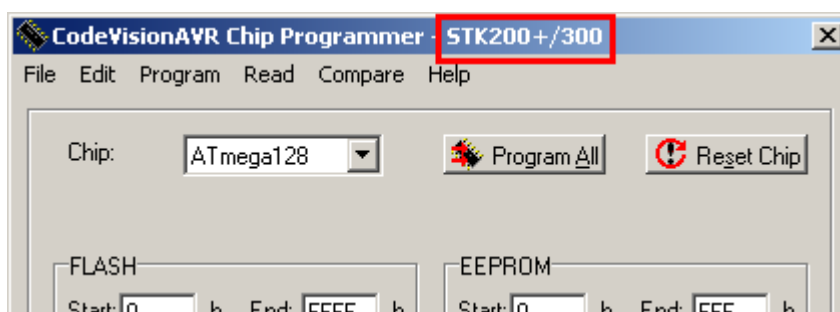
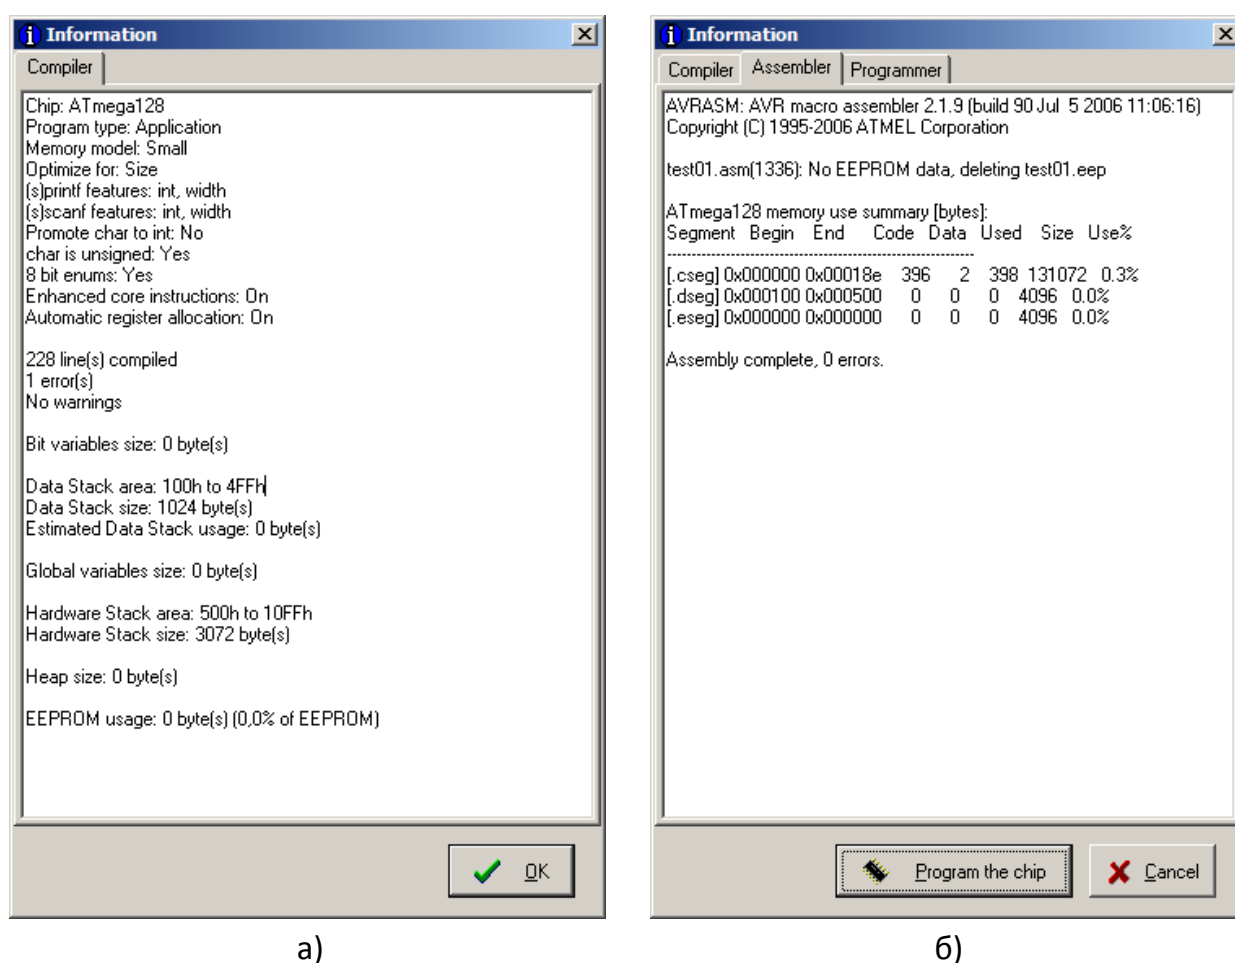
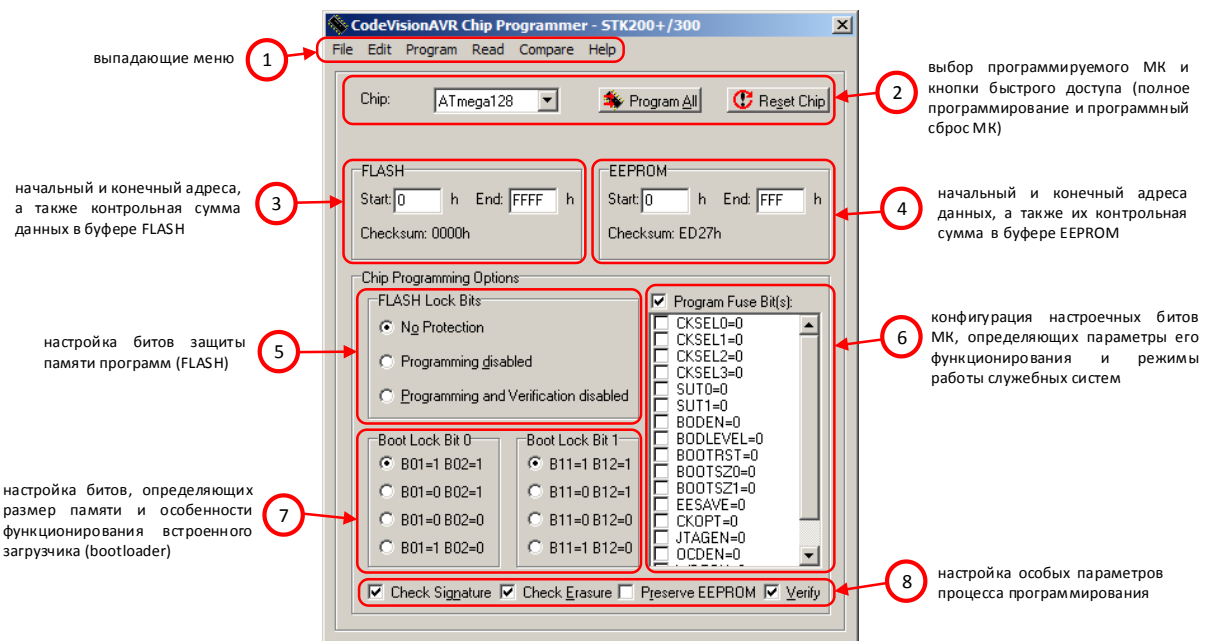

Рис. 2.4 — Отображение текущего выбранного программатора
Рис. 2.11 — Диалоговые окна отчетов по результатам компиляции и сборки
Рис. 2.13 — Диалоговое окно мастера Chip Programmer
Настройку программатора можно выполнить однократно, — в дальнейшем контроль правильности выбранного программатора можно осуществлять по заголовку диалогового окна программирования (рис. 2.4).
Компиляция проекта (**Project**→**Compile**, клавиша **F9**) помимо проверки синтаксиса выполняет синтез файла с кодом на языке ассемблера AVR (*.asm), а также создает дополнительных служебных файлов. После выполнения попытки компиляции исходных текстов проекта компилятор выдает диалоговое окно отчета (рис. 2.11а), в котором содержатся ключевые настройки проекта, параметры
Финальная сборка файла прошивки (**Project→Make**, сочетание клавиш **Shift+F9**) помимо проверки синтаксиса и компиляции включает в себя запуск программы ассемблера AVR AVRASM32 и создание финального файла управляющей программы в машинных командах ядра МК — так называемой «прошивки» МК — который будет загружен в память программ МК макета ML-1 с помощью программатора на этапе прошивки. Формат файла может быть задан в настройках проекта. Наиболее распространенным форматом этого файла является формат Intel Hex (*.hex). Результаты сборки отображаются в диалоговом окне отчета (рис. 2.11б), которое помимо данных о компиляции, отображает результаты работы ассемблера и кнопку экспресс-прошивки МК (для её отображения необходимо в диалоговом окне настроек проекта (**Project→Configure**) на вкладке **After Make** отметить опцию **Program the Chip** (рис. 2.8б)).
Загрузка файла прошивки осуществляется с помощью мастера **Chip Programmer** (меню **Tools**→**Chip Programmer**) или экспресс-кнопки **Program the chip** в диалоговом окне результатов сборки файла прошивки (рис. 2.11б). Диалоговое окно этого мастера представлено на рис. 2.13.
Основным рабочим меню в процессе работы с мастером программирования является меню **Program**. С помощью пунктов этого меню можно выполнить полное стирание памяти программ и данных (пункт **Program→Erase Chip**), проверку очистки памяти программ и данных после стирания (пункт **Program→Blank Check**), выполнить запись содержимого буфера FLASH в память программ МК (**Program→FLASH**), выполнить запись данных из буфера EEPROM в энергонезависимую память МК (**Program→EEPROM**), а также выполнить конфигурацию настроечных (Fuse) и защитных (Lock) битов в специализированных регистрах МК (пункты **Program→Fuse Bits** и **Program→Lock Bits**). Для ускорения и автоматизации процесса программирования есть возможность выполнить одновременную запись программы, данных и служебной информации с помощью меню **Program→All** или кнопки **Program All** напротив выпадающего списка выбора модели МК (рис. 2.13 ②).
Перед началом работы с мастером программирования следует убедиться в правильности выбора программатора (тип выбранного программатора отображается в заголовке окна, как показано на рис. 2.4, при необходимости сменить тип программатора так, как это описано в разделе 2.2) и в правильности выбора модели МК в выпадающем списке **Chip** (рис. 2.13 ②).
Ниже в окне мастера находятся поля ввода для указания размерности памяти программ и энергонезависимой памяти данных (рис. 2.13 ③ и ④). При выборе модели МК в выпадающем списке и загрузке файлов прошивки в соответствующие буферы эти значения устанавливаются автоматически.
В нижней секции находятся настройки управляющих и блокирующих битов (**Fuse Bits, FLASH Lock Bits** и **Boot Lock Bits**, рис. 2.13 ⑤, ⑥ и ⑦), а также настройки процесса программирования (рис. 2.13 ⑧).
2) убедиться, что выбран правильный тип программатора (см. п. 2.2 и рис. 2.4) и связь с выбранным МК установлена (воспользоваться командой **Read→Read Chip Signature** мастера программирования);
4) убедиться, что буферы FLASH и EEPROM заполнены данными для записи по значениям полей **Start**, **End** и **Checksum** в секциях **FLASH** и **EEPROM** диалогового окна мастера программирования (рис. 2.13 ③ и ④) (для МК ATmega128 значения в полях **End** должны отличаться от FFFF для секции **FLASH** и от FFF для секции **EEPROM**, а значения в полях **Checksum** не должны равняться 0000 в секции **FLASH** и F00 — в секции **EEPROM**);